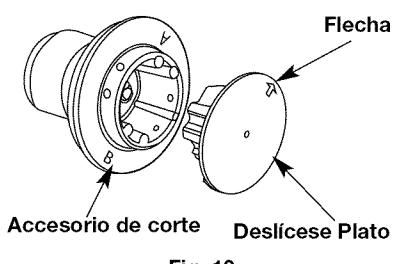

Fig. 10
3. Reinstale la placa de deslizamiento (Fig. 10): "A" cuando se usa medio (rojo) o grande (negro) la línea, o "B" para cuando se usa con diámetros más pequeños que medio (rojo) la línea.